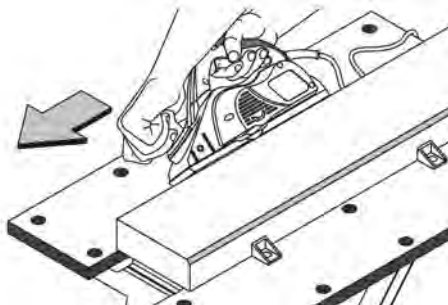

fig. 8- biselando piezas
5. Mueva el cepillo para adelante, fig. 8, siempre tomando cuidado para mantener el ángulo de 45°;